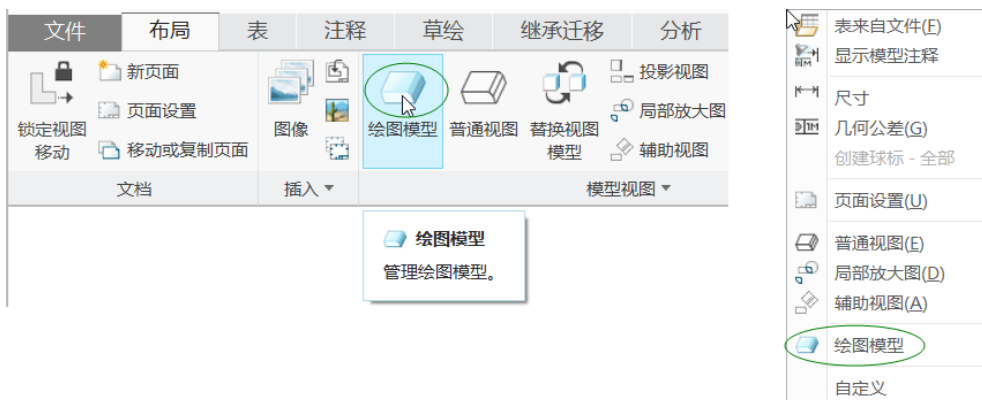

图 12-6 执行“绘图模型”命令的两种操作方式
① 要向绘图添加模型，则执行下列操作之一（见图 12-6）。